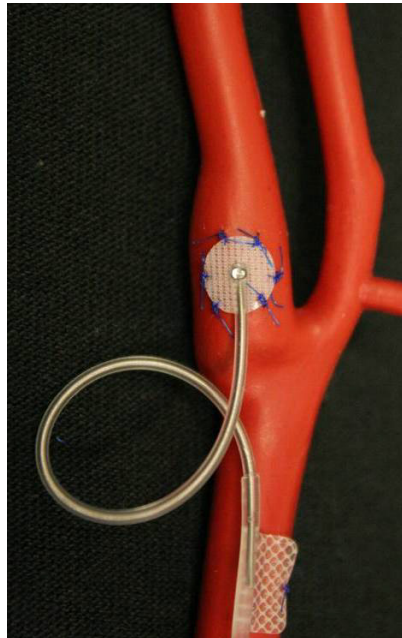

Abb. 19: Beispiel für Zugentlastung
- 20) Die Zugentlastungsschleufe am Ableitungskörper zwischen der Elektrode und der Nahtlasche platzieren (Beispiel siehe Abb. 19).